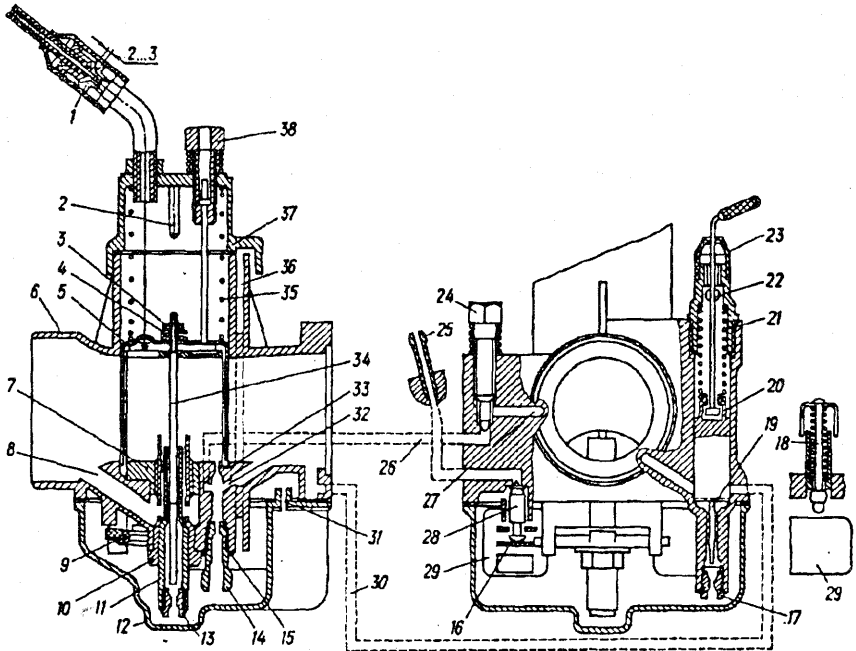

Bild 15. Vergaser K63T:
Der Aufbau des Vergasers ist in Bild 15 gezeigt.
*LeerlaufEinstellung.* Vor der Vornahme der LeerlaufEinstellung kontrollieren, ob zwischen Bowdenzughülle und Bowdenzugaufnahme ein Spiel von 2...3 mm besteht. Sollte dieses wegbleiben oder das vorgeschriebene Maß überschreiten, dann die Gegenmutter der Bowdenzugaufnahme 1 (Bild 15) lockern, das Spiel durch Drehen der Bowdenzugaufnahme im bzw. entgegen dem Uhrzeigersinn einregeln und die Bowdenzugaufnahme mit der Gegenmutter erneut sichern. Das besagte Spiel soll an den beiden Vergasern gleich sein.